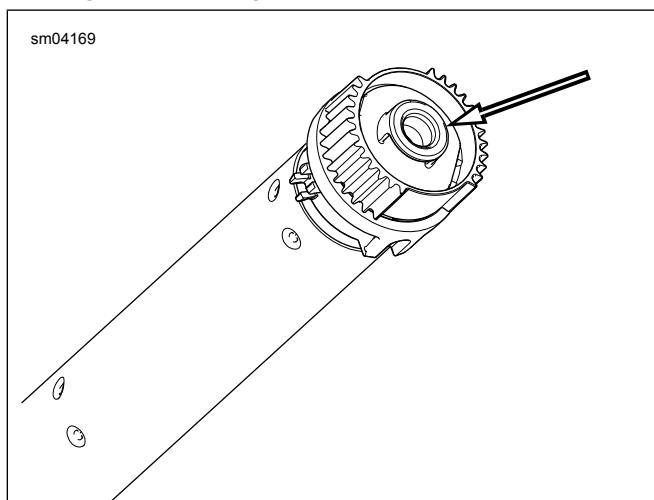

Figura 4. Neħħi l-Ġħatu tas-Siġill
- Ara Figura 4 . Daħħal tornavit żgħir jew għodda oħra b'xafra catta fil-parti ċ-ċatta fuq naħha waħda tal-ġħatu tas-siġill.